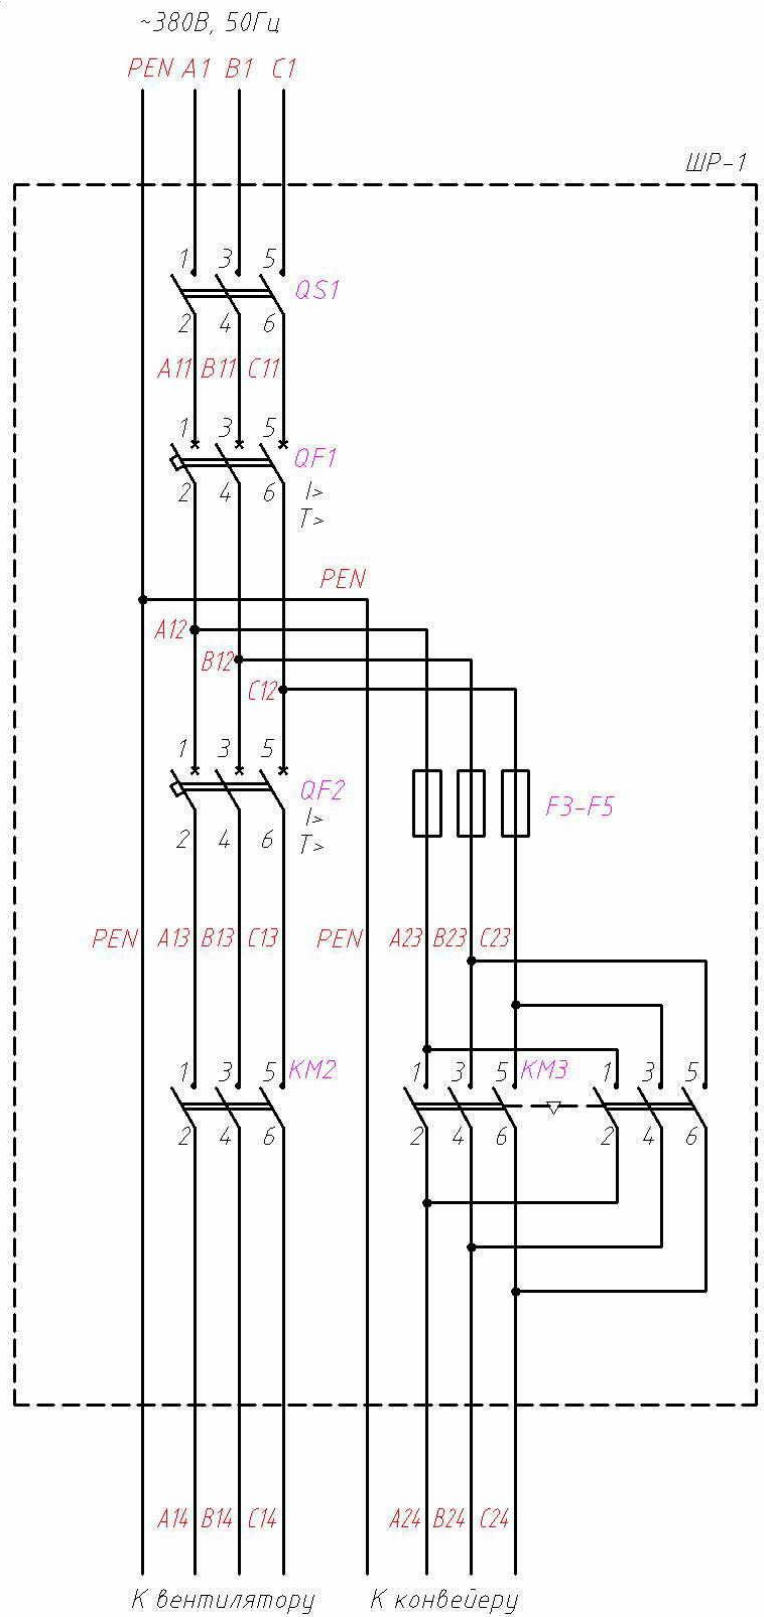

Рисунок 1 - Схема электрическая принципиальная ШР-1
1. Выбрать все электрические аппараты, указанные на схеме (см. рис. 1). При выборе аппаратов считать, что ШР-1 защищается таким же автоматическим выключателем, что и QF1, но его уставки выбраны с учётом требований селективности (эти уставки необходимо определить).